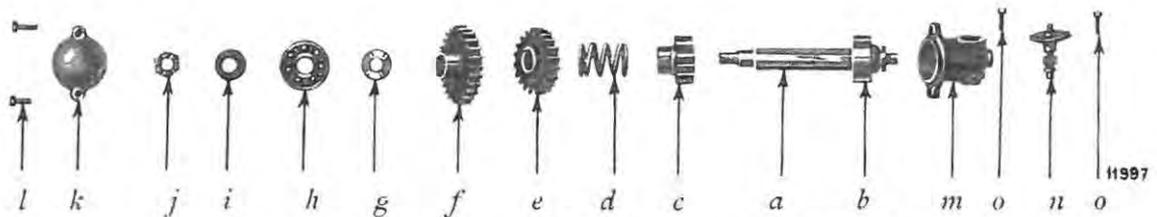

Fig. 56. — L'arbre intermédiaire du changement de vitesse.
3. Remonter l'arbre intermédiaire (fig. 56).